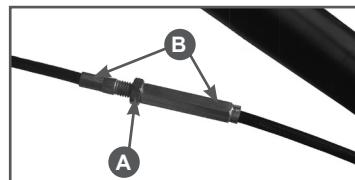

Рис. 7 Регулировка длины троса
Для удлинения троса необходимо ослабить контргайку (A) и раскрутить соединительную муфту троса (B). Для того чтобы укоротить трос, соединительную муфту необходимо закрутить. После установки нужной длины троса, необходимо затянуть контргайку (Рис.7).